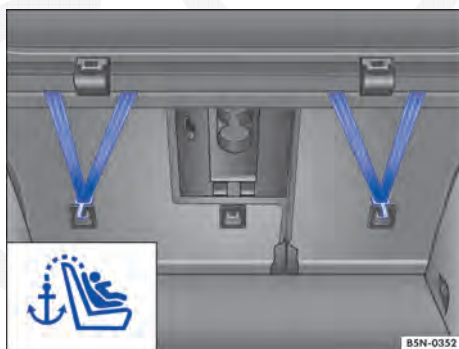

Fig. 82 Olhais de retenção para o cinto de fixação superior no lado de trás do banco traseiro.
- Conduzir o cinto de fixação superior (Top Tether) da cadeira de criança para trás, no compartimento de bagagem, e enganchar no olhal de fixação correspondente, identificado como Top Tether ⇒ Fig. 82.